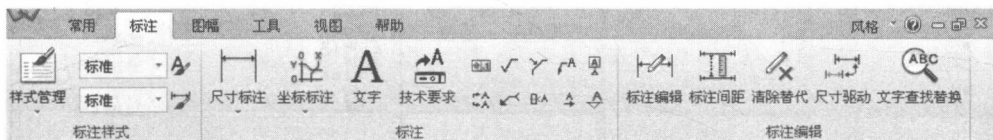

图 1-16 “标注”工具栏
(2) “标注”工具栏：又分为标注样式、标注、标注编辑 3 个子工具栏，如图 1-16 所示。